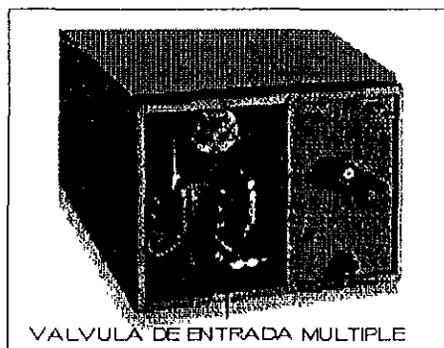

Figura 3.2. Manija de la válvula de entrada múltiple de la bomba 616 Waters
2. Rote la manija de la válvula de entrada múltiple en la posición *RUN*, localizada sobre el frente de la bomba (figura 3.2)